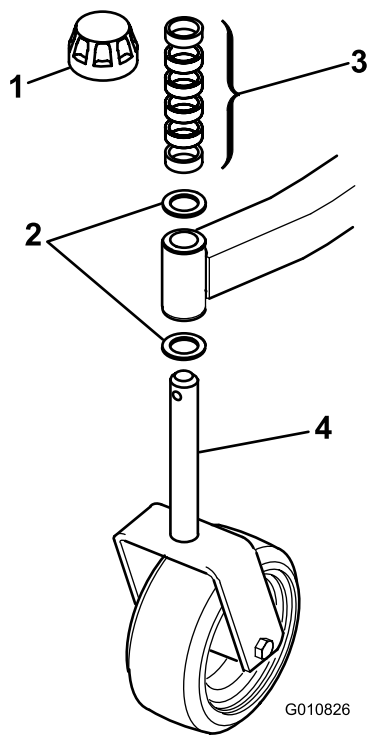
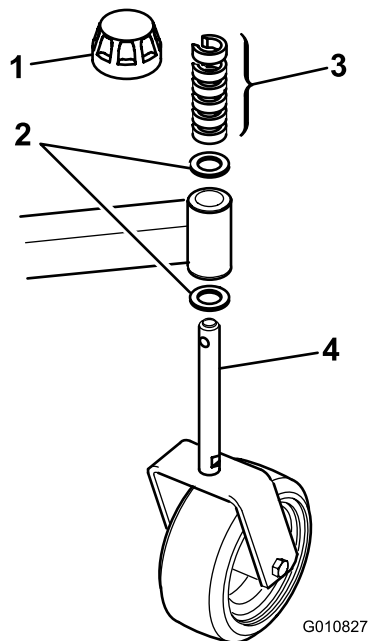

Figura 2
Figura 3
1. Retire los casquillos tensores de los ejes y retire los espaciadores y las arandelas de empuje (Figura 2 y Figura 3).